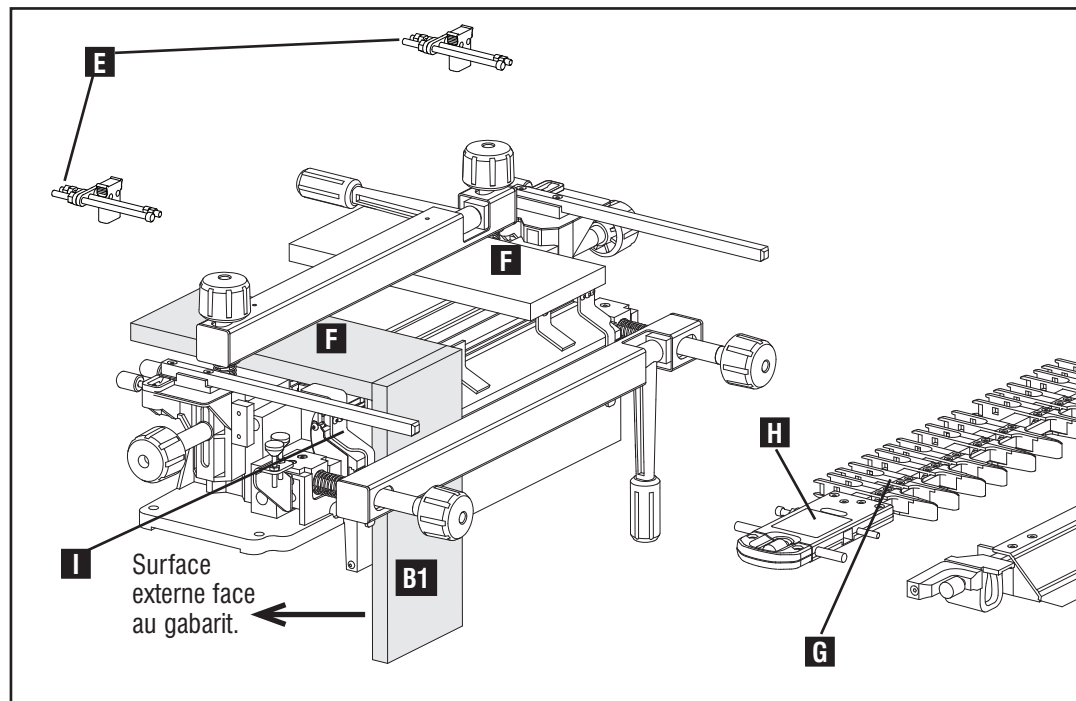

Fig. I6
1. Assembler les pièces de bois de rebut (F) Fig. I6 et le gabarit (G). S'assurer que l'étiquette « B PINS » (goupille B) (H), est à gauche lorsque vous faites face au gabarit.
2. Assembler la première planche à découper en position verticale (B1) fig. I6, avec la « surface externe » face au gabarit. La planche doit affleurer avec le bord gauche du guide de coupe (I) et être fixée solidement contre la face inférieure du gabarit (G).
3. Pour réduire la production d'éclats de bois, s'assurer d'avancer la pièce de bois de rebut horizontale (F) de sorte qu'elle demeure immédiatement adjacente au le dos de la première planche, soit B1.